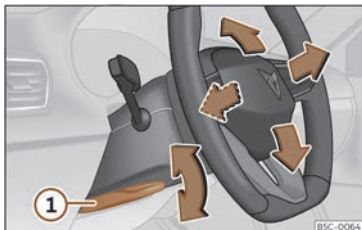

Fig. 8 Palanca a la part inferior del lateral esquerre de la columna de direcció.
- Estireu la palanca»» **fig. 8 ①** cap a baix, moveu el volant fins a la posició desitjada i torneu a pujar la palanca fins al punt de tancament.
- Després d'ajustar la columna de la direcció, empenyeu fermament la palanca »» **fig. 8 ①** cap amunt perquè el volant no canviï de posició accidentalment durant la marxa.